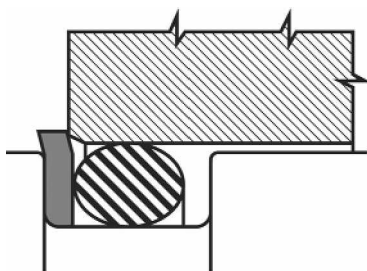

Bild 298.4 / Figure 298.4
- Ist der Querschnitt des Rings zu groß, wird die Montage schwierig, ja unmöglich und der Ring nutzt sich unweigerlich ab (siehe Bild 298.4).
- If the section of the ring is too large, the installation will be difficult or even impossible and the ring will be inevitably damaged. (fig 298.4)